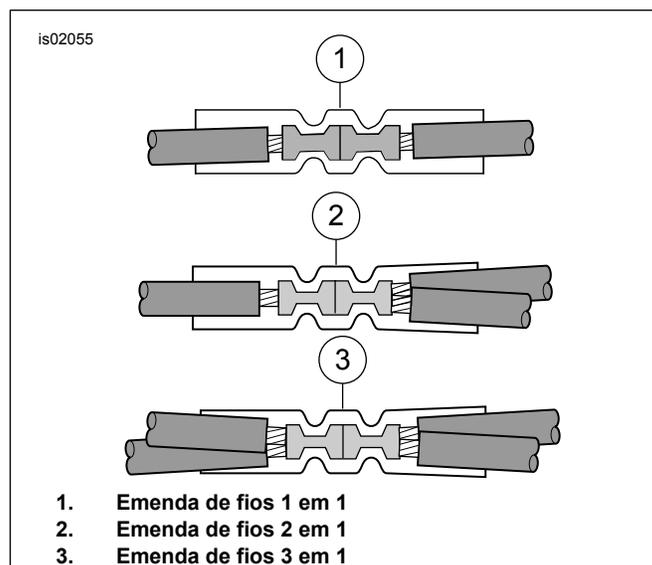
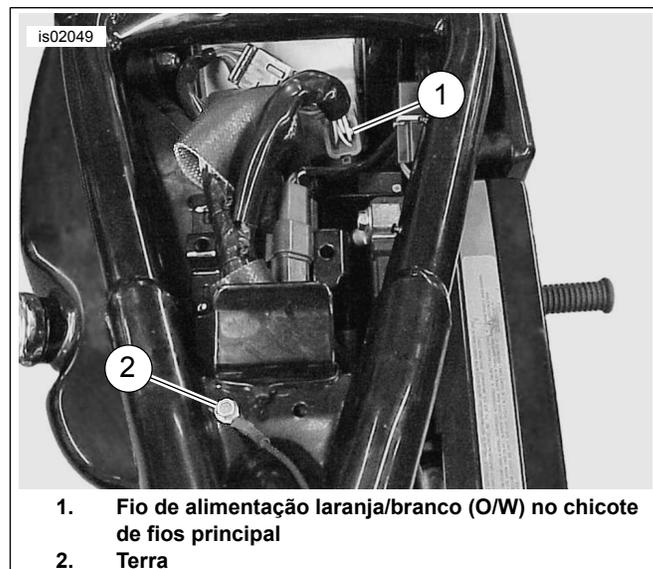
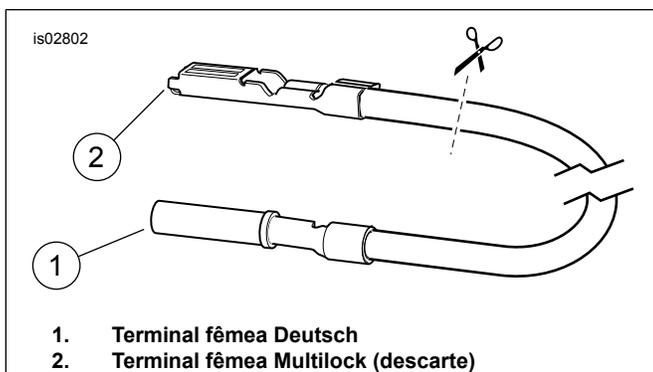

Figura 1. Configurações da emenda
Figura 2. Localização do chicote de fios e do terra (modelos XL ano 2003 ou anteriores)
Figura 3. Corte do terminal Multilock do fio adaptador
2. Use um conector de emenda selada (6) do kit para emendar o fio preto do chicote de fios do mini-tacômetro a um dos fios pretos (BK) que vem do conector do painel de instrumentos [20]. Veja Figura 1 a configuração de emenda de fios 2 para 1.
3. Pegue um conector de emenda selada (6) do kit. Veja Figura 1 a configuração de emenda de fios 2 para 1. Emende o fio de alimentação do chicote de fios do mini-tacômetro e dois segmentos do fio laranja/branco (O/W) da cavidade N.º 2 conforme as instruções no apêndice do Manual de serviço.
2. Pegue um conector de emenda selada (6) do kit. Abra cuidadosamente uma área na proteção do chicote principal e corte um fio de energia laranja/branco (O/W) do chicote principal num ponto acessível. Veja Figura 1 a configuração de emenda de fios 2 para 1. Emende o fio de energia do chicote de fios do mini tacômetro ao fio de energia do chicote principal conforme as instruções no apêndice do Manual de serviço.
6. Usando um conector de emenda selada (6) do kit, emende os dois fios laranja/brancos (O/W). Veja Figura 1 a configuração de emenda de fios 1 para 1.
7. Instale o fusível de 2 A (8) do kit na cavidade do fusível "P&A IGN" para completar o circuito. Instale os três fusíveis removidos no passo 2 em suas cavidades correspondentes.
2. Veja Figura 2. Pegue um conector de emenda selada (6) do kit. Abra cuidadosamente uma área na proteção do chicote principal e corte um fio de energia laranja/branco (O/W) do chicote principal num ponto acessível. Veja Figura 1 a configuração de emenda de fios 2 para 1. Emende o fio de energia do chicote de fios do mini-tacômetro ao fio de energia do chicote principal conforme as instruções no apêndice do Manual de serviço.
1. Corte e descarte o terminal no fio sinalizador rosa (PK) no **chicote de fios do mini-tacômetro**.
2. Obtenha um fio adaptador de sinal (13) e um conector de emenda selada (6) do kit. Veja Figura 3. Corte o terminal fêmea Multilock do fio adaptador de sinal, próximo àquele terminal. Emende o fio adaptador de sinal ao fio do sinal do chicote de fios do mini-tacômetro conforme as instruções no apêndice do Manual de serviço.
3. Veja Figura 2 e Figura 3. Corte o terminal fêmea desnecessário do fio adaptador de sinal, próximo àquele terminal. Emende o fio adaptador de sinal ao fio do sinal do chicote de fios do mini-tacômetro conforme as instruções no apêndice do Manual de serviço.